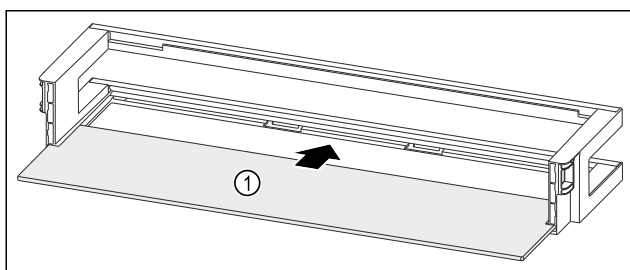

Fig. 262 Ράφι πόρτας με ράφι
- Εισαγάγετε το ράφι Fig. 262 (1) στις πλευρικές εσοχές.